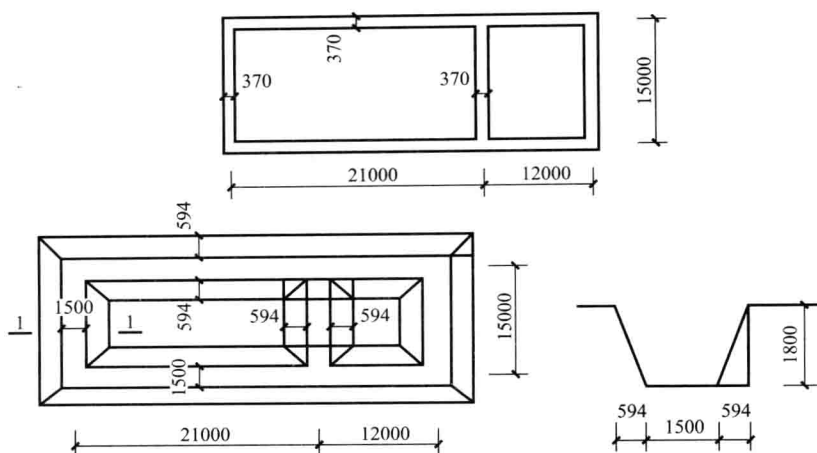

图 1-5 地槽开挖放坡示意图
**【例 1-6】** 某工程挖地槽放坡如图 1-5 所示，计算其工程量。